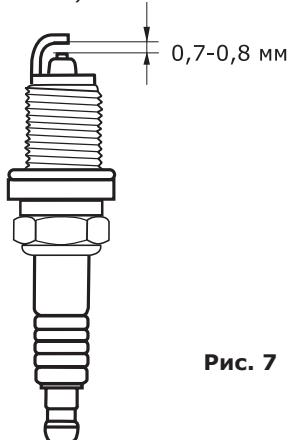

Рис. 7
- Проверьте величину зазора между заземляющим и центральным электродами, используя специальный щуп. При необходимости установите зазор **0,7-0,8 мм** (рис. 7).